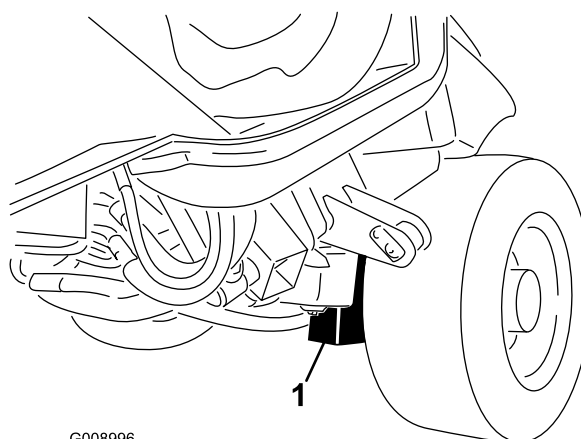

Figure 37
- Sur le châssis à l'intérieur de chaque roue motrice à l'avant de la machine (Figure 37).